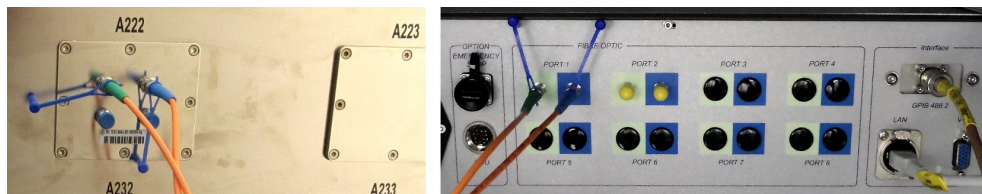

Рис. 6-3: Соединения оптико-волоконным кабелем для управления
Обозначенные цветом (зеленые и синие) соединения системы управления FO на рис. 6-3 служат для передачи сигналов в направлении передачи (TX) и приема (RX) соответственно.